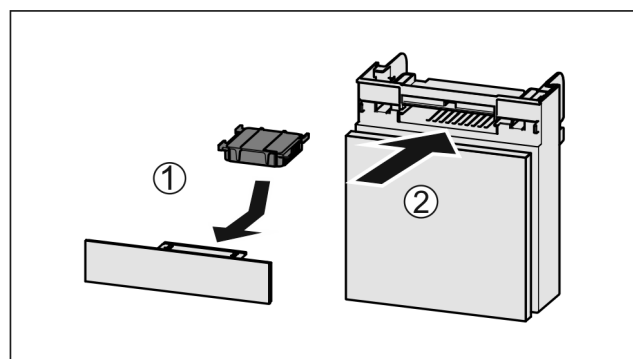

Fig. 154
- Filtr s aktivním uhlím vložte podle vyobrazení Fig. 154 (1).
- Zásuvku zasuňte Fig. 154 (2).